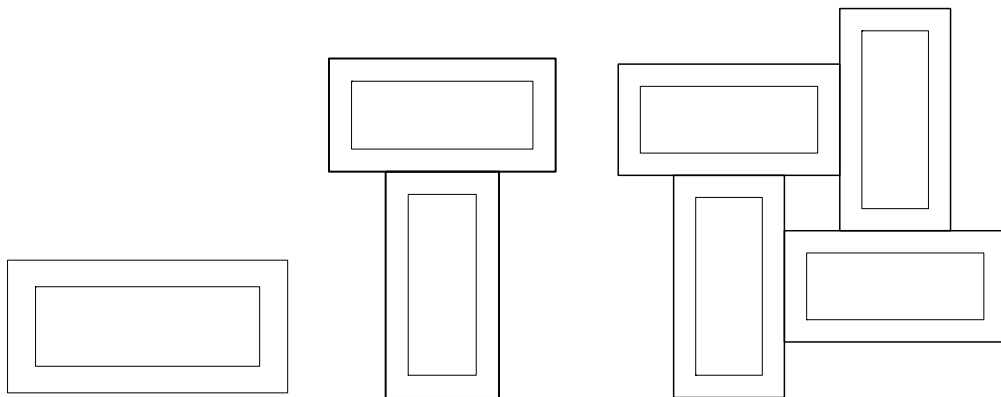

图 5-53 作图过程图
2. 换到 0 层（或 PL 线定为 0）在内再作一个矩形。比如 80:30。如图 5-53 左所示。